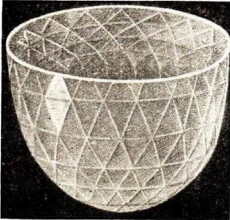

Abb. 461. Großmogul
**Ruß** wird gewonnen, indem man z. B. über eine Kerzenflamme einen kalten Porzellanschalen hält. Er ist fein verteilter amorpher (= gestaltloser) Kohlenstoff. — Der **Graphit** ist schwarzgrau und sehr weich. (Verwendung für Bleistifte und als Ofenwische.) Lager in Sibirien und Ceylon; bei Passau. — Der **Diamant** ist kristallisierter Kohlenstoff. Er ist wasserhell und sehr hart. (Diamantsplitter dienen zum Glasschneiden.) Als Edelstein wird er sehr geschätzt und heißt in geschliffener Form Brillant. Abb. 461 zeigt den größten Brillanten der Welt, den Großmogul; er hat 270 Karat Gewicht (1 Karat = 0,205 g). — Diamantfelder in Indien und Kapland.